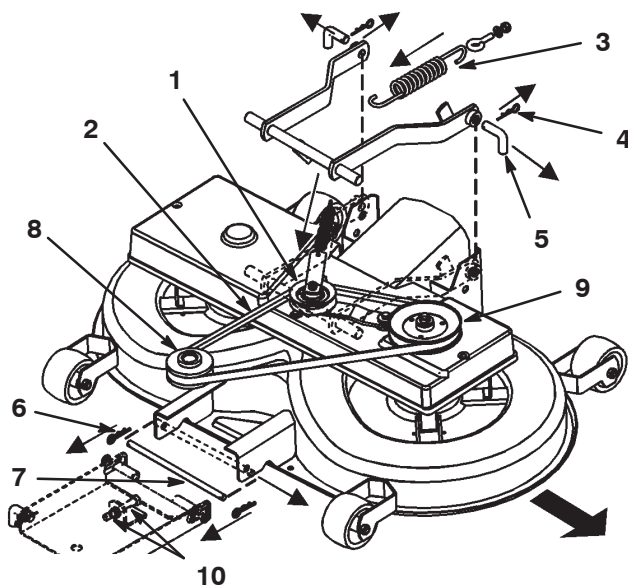

Figure 39
8. Tirez l'ensemble bras de tension vers l'intérieur et ôtez la courroie trapézoïdale de la poulie (Fig. 39).
9. Débranchez le ressort du levier d'engagement (Fig. 39).
11. Retirez les goupilles fendues des 2 goupilles arrière et déposez ces dernières (Fig. 39).
12. Retirez la goupille fendue de la goupille avant et déposez cette dernière (Fig. 39).
13. Enlevez la courroie trapézoïdale de la poulie du moteur (Fig. 39).
2. Enlevez l'ensemble poulie à courroie trapézoïdale et l'ensemble bras de tension (Fig. 39).
7. Placez la goupille inférieure de la suspension de réglage avant dans la position inférieure des fentes, en réglant les 2 écrous (M12) sur la suspension avant (Fig. 39).